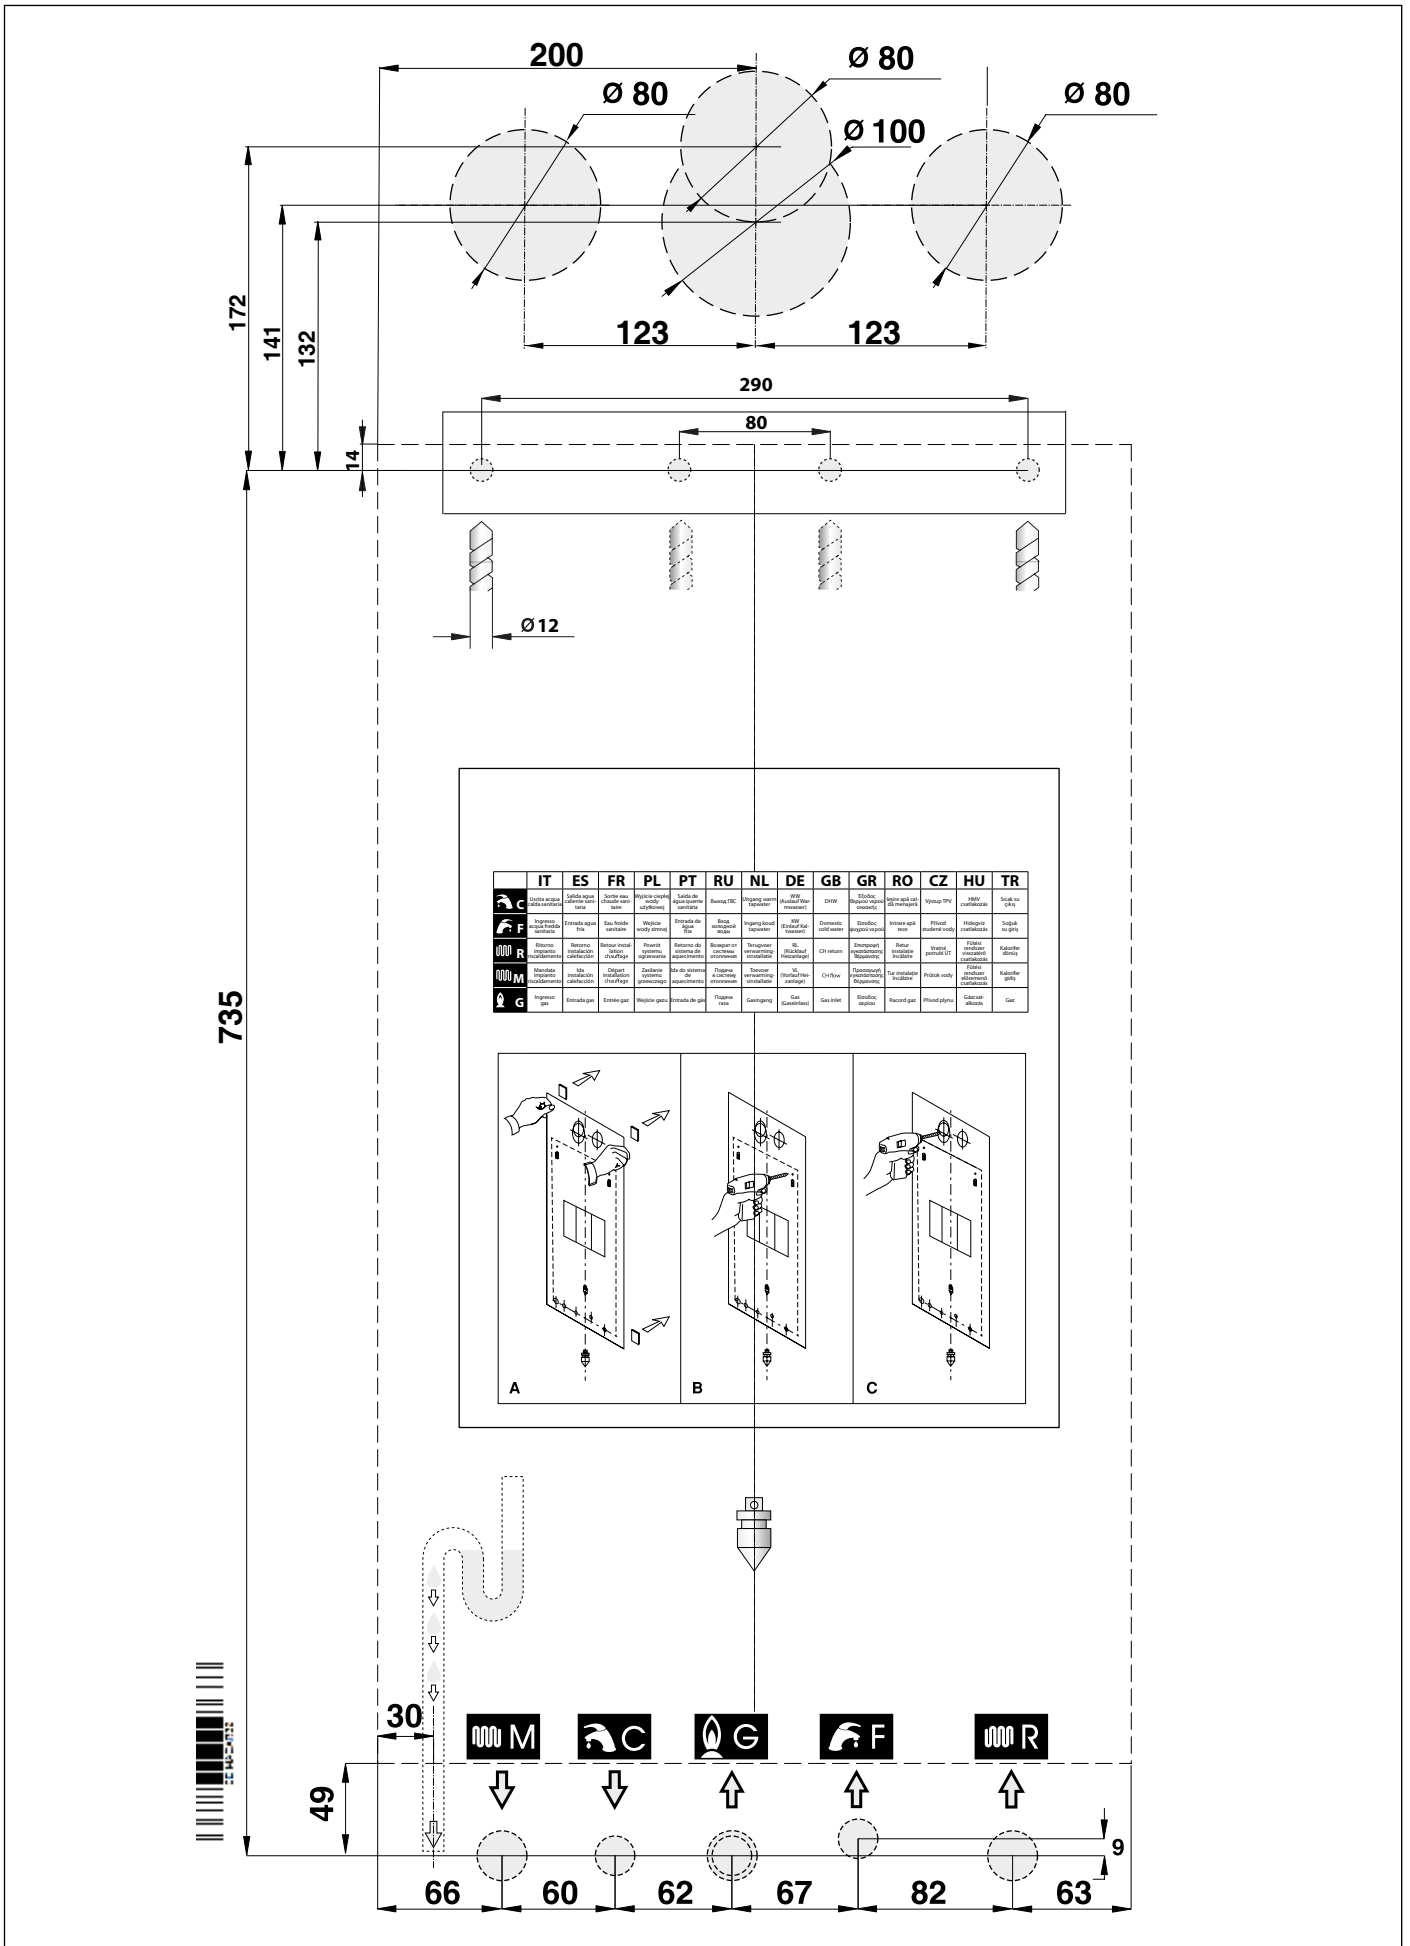

Рис. 5 Паперовий шаблон.
- » монтажний паперовий шаблон для настінного котла (див. Рис. 5 Паперовий шаблон.);
Кожний котел забезпечений спеціальним паперовим шаблоном, що знаходиться в упаковці (див. Рис. 5 Паперовий шаблон.).